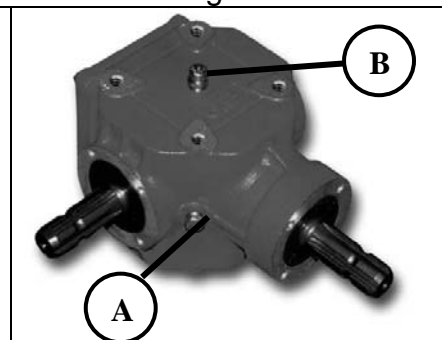

Fig. 16
2. Graisser les supports du rouleau (Fig. 16 - Réf. A).